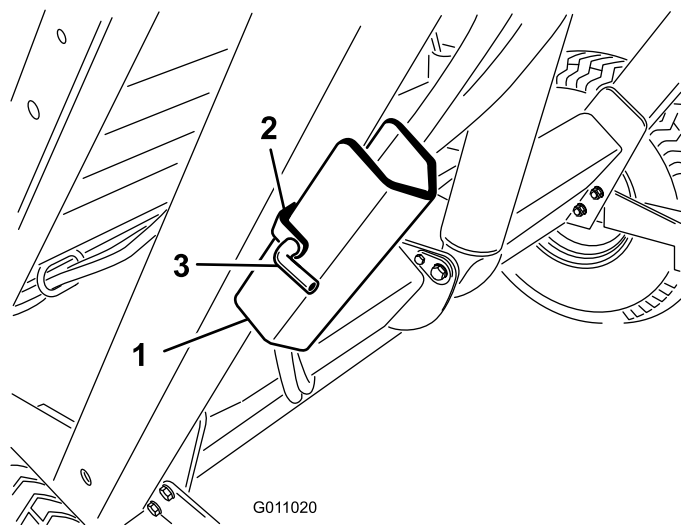

Figure 25
2. Retirez la goupille fendue et la goupille de fixation du support de sécurité au support de rangement sur le châssis du balai-ramasseur (Figure 25). Retirez le support de sécurité.